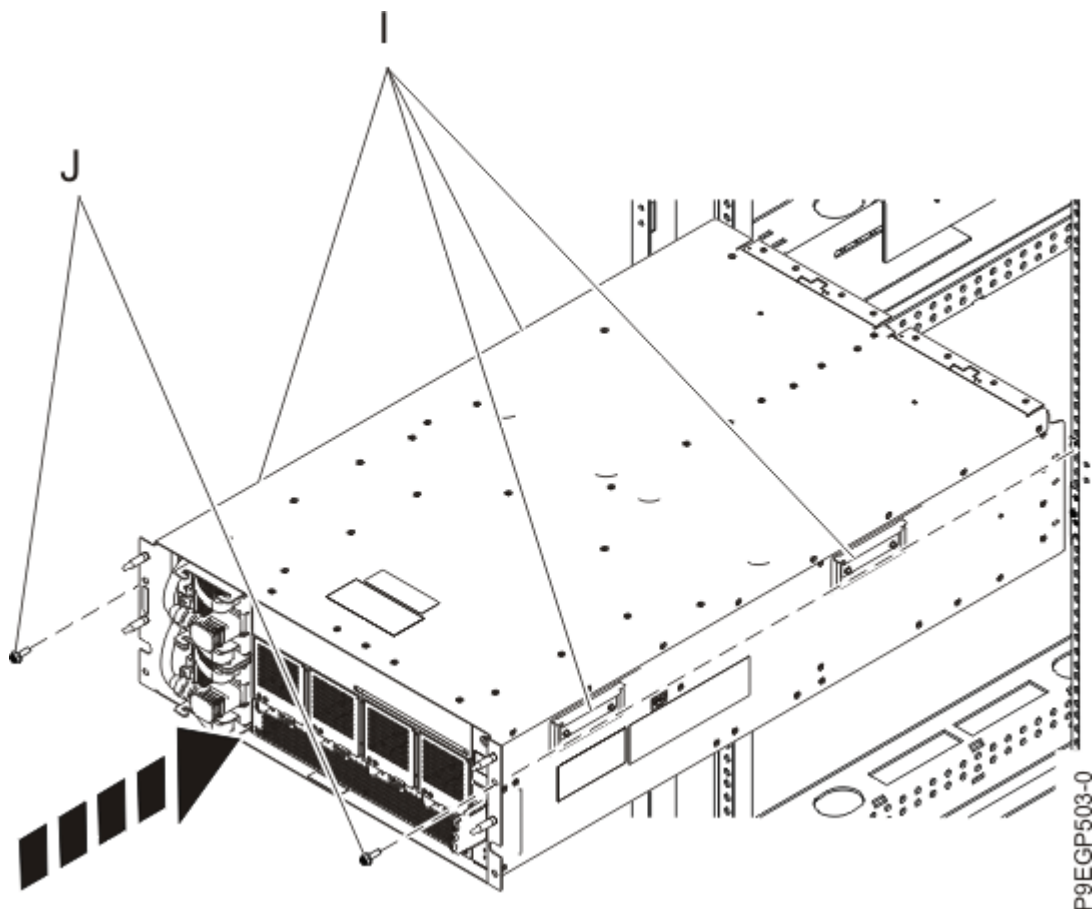

図 9. ラックへのドロワーの取り付け
- a) 3人で、14ページの図9に示すように、2人が4つの取っ手 **(I)** を持ち、1人が引き出しの前に出て引き出しを誘導します。ドロワーを持ち上げて、レール前部に乗せます。